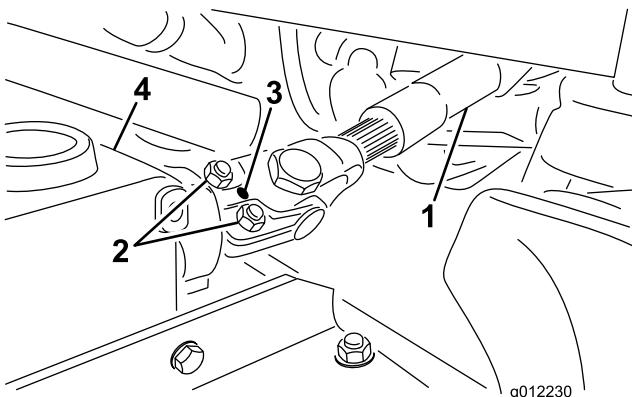

Figura 4
- A. Rimuovete la spina dalla forcetta finale e dall'albero degli ingranaggi(Figura 4).
- B. Allentate le (2) viti a destra cilindrica e i dadi di bloccaggio (Figura 4).
- C. Fissate la forcetta finale dell'albero di trasmissione PDF all'albero della scatola degli ingranaggi con il perno a rullo (Figura 4):
- D. Serrate i dadi di bloccaggio per fissare la forcetta finale all'albero della scatola degli ingranaggi (Figura 4). Serrate i dadi di bloccaggio ad un valore compreso tra 20 e 25 N·m.